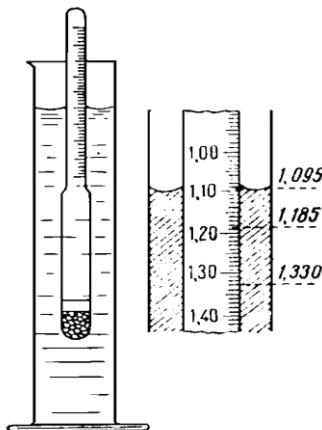

Рис. 2. Ареометр и отсчет по его шкале
1. *Приготовление раствора хлорида натрия с заданной массовой долей соли разбавлением концентрированного раствора.* В мерный цилиндр налить раствор хлорида натрия и ареометром (см. рис. 2) определить его плотность. По справочной таблице найти концентрацию исходного раствора (в % по массе). Рассчитать, сколько миллилитров исходного раствора и воды следует взять для приготовления 250 мл 5% раствора. Воду отмерить цилиндром и вылить в мерную колбу объемом 250 мл. Исходный раствор поваренной соли отмерить цилиндром на 100 мл и влить в колбу с водой. Раствор в колбе перемешать. Цилиндр ополоснуть небольшим объемом раствора из колбы, который затем присоединить к общей массе раствора в колбе.